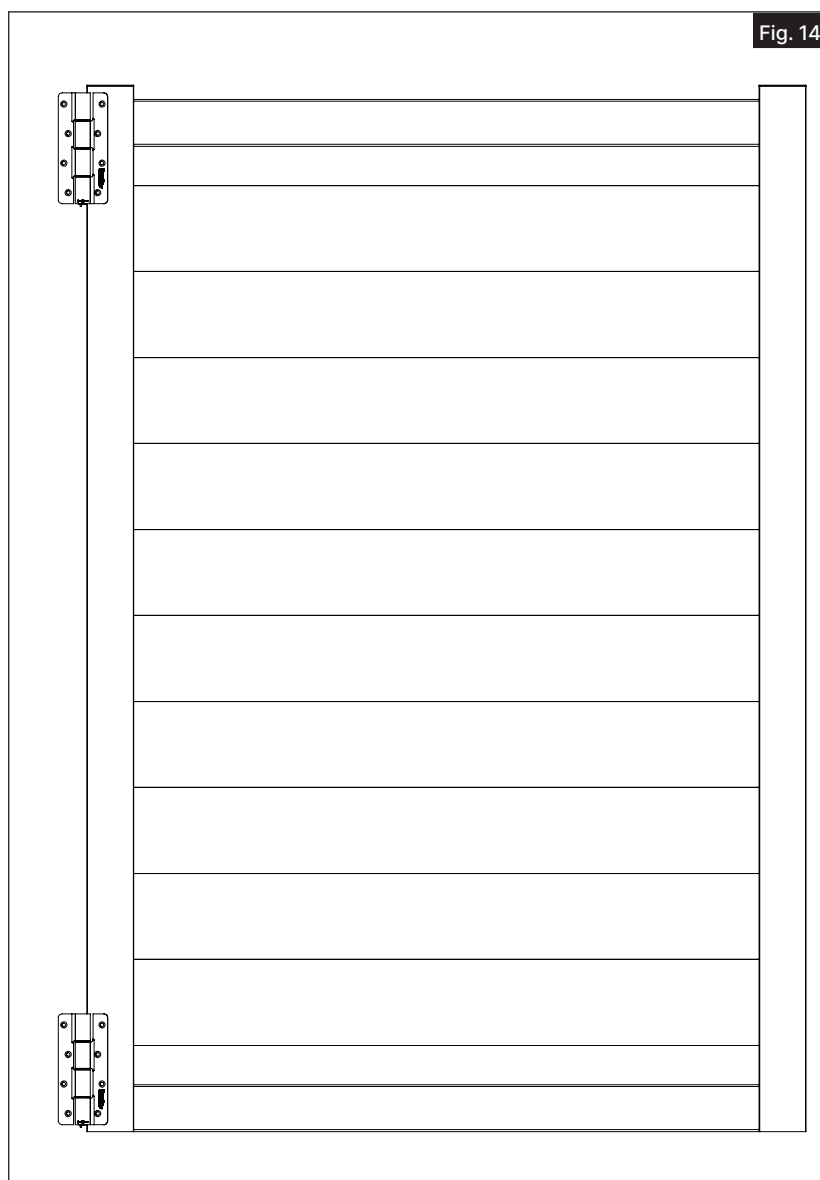

Fig. 14
- 10.** Using the hinge instructions, install the hinges 3½" to 4" away from the top and bottom of the upright (Fig 14). Use a 2" spacer block to rest gate on for ease of installation and to allow for space under bottom rail.
- 10.** En suivant les instructions fournies avec les charnières, installer celles-ci à une distance de 89 mm à 102 mm (3 ½ po à 4 po) du haut et du bas du montant (fig. 14). Utiliser une cale d'espacement de 51 mm (2 po) pour appuyer le portail pendant l'installation et pour laisser un dégagement sous la lisse inférieure.
- 10.** Siguiendo las instrucciones para las bisagras, instale las bisagras 3½" a 4" de distancia de la parte superior e inferior del montante (Fig 14). Utilice un separador de 2" para apoyar la puerta y facilitar la instalación, y además para dejar espacio debajo del riel inferior.